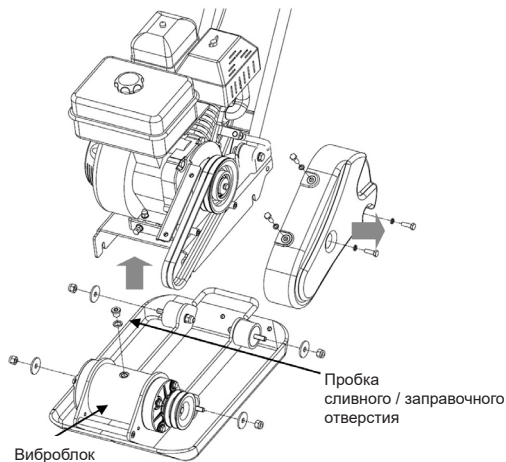

Рис. 17
- Снимите ремень и снимите раму с двигателем с рабочей плиты (рис. 17).